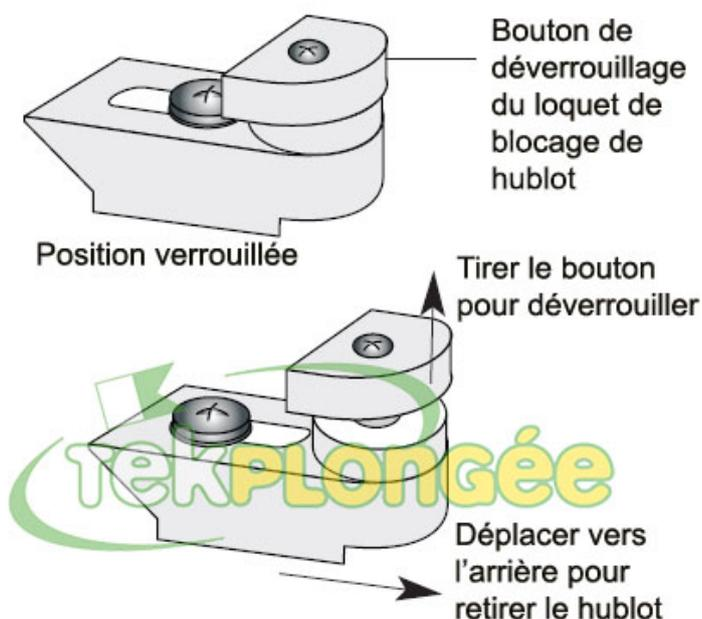

Fig. 1
- Les objectifs de type 1 (Fig. 1) qui ont un diamètre constant sur toute la longueur de l'objectif. Le diamètre de l'ouverture de l'objectif est identique au diamètre de la bague de zoom.
Vérifier le bon positionnement du joint de hublot (Figure 1) et s'assurer qu'il ne s'est pas extrudé (Figure 2).